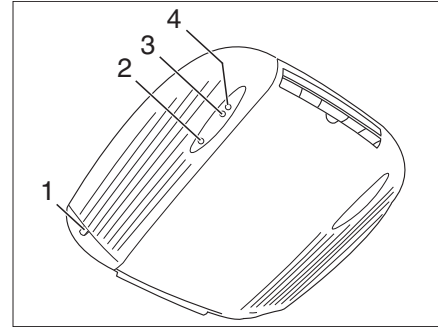
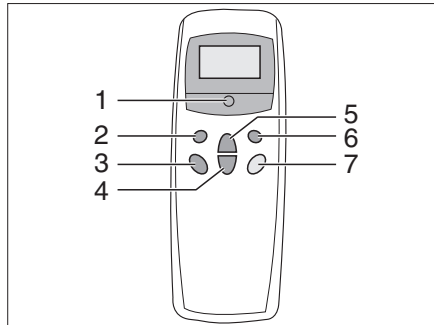

Fig. 113 Vista interior
Fig. 114 Mando a distancia
- Conectar el vehículo a la alimentación de 230 V. La instalación de aire acondicionado está lista para el funcionamiento. El LED rojo (Fig. 113,2) luce.
- Conectar el mando a distancia con el interruptor (Fig. 114,5).
- Ajustar con la tecla (Fig. 114,1) el modo de funcionamiento deseado. La luz de control verde (Fig. 113,3) indica el funcionamiento de la refrigeración, la luz de control rojo (Fig. 113,4) el funcionamiento de la calefacción.
- Caso necesario ajustar con las teclas (Fig. 114,3 y 4) la potencia del ventilador y la temperatura ambiente deseadas.
- Para la desconexión pulsar de nuevo la tecla (Fig. 114,5) en el mando a distancia.